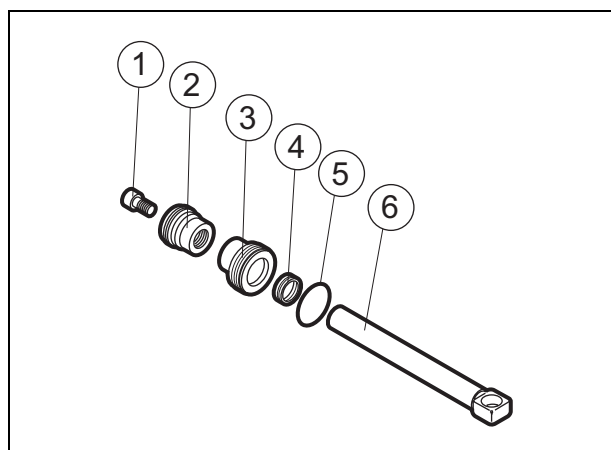
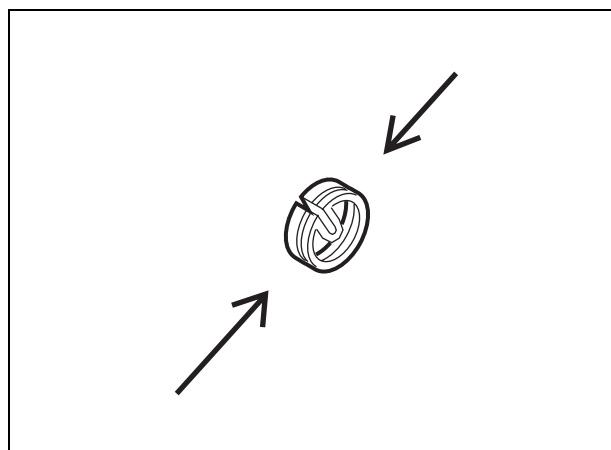

Fig. 25 Joints d'étanchéité de la tige du piston
Fig. 26 Compression du joint d'étanchéité de la tige du piston
1. Enlever le piston (2) de la tige de piston (6) en desserrant le boulon (1).  $W = 14 \text{ mm}$ . Voir Fig. 25.
2. Assembler les joints d'étanchéité de la tige de piston. Voir Fig. 25.
- 1 Le joint d'étanchéité (4) du piston comprend deux pièces. Séparer les joints jaune et marron.
- 2 Comprimer le joint "jaune". Voir Fig. 26.
- 3 Assembler à la main ou en utilisant un outil émoussé le joint jaune dans la tête (3).
- 5 Remplacer le joint torique (5).